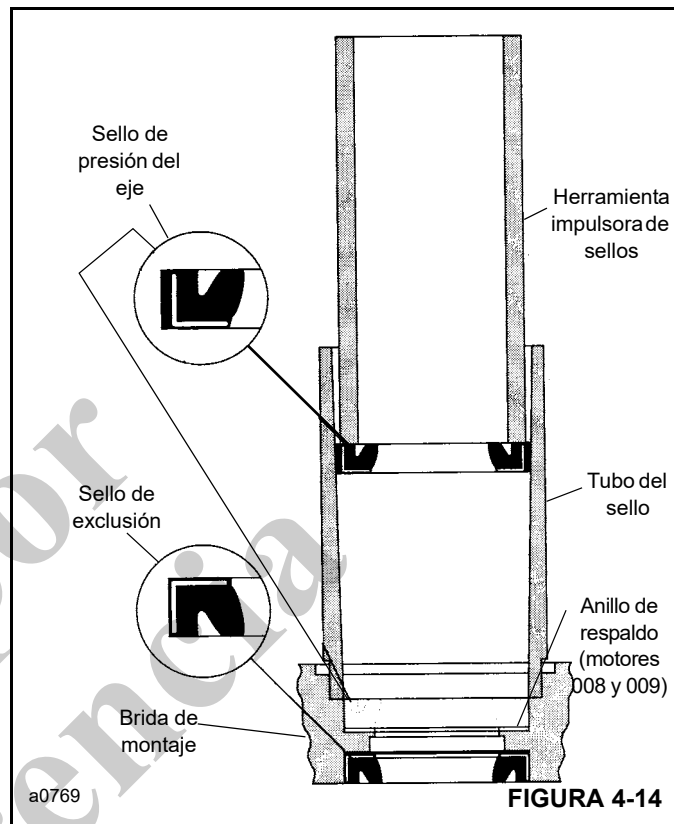

FIGURA 4-14
4. Instale el sello de exclusión (2) (Figura 4-7) en la brida (3) con los rebordes del sello orientados hacia afuera (Figura 4-14). Presione cuidadosamente el sello de exclusión en su lugar.
5. Revise visualmente los asientos de sello en la brida de montaje en busca de rasguños u otras marcas que podrían dañar los sellos (5). Revise la brida (3) en busca de rajaduras que podrían causar fugas.
6. Lubrique el diámetro interior del tubo del sello y el diámetro exterior del sello de presión del eje con una capa delgada de vaselina limpia. Alinee el extremo pequeño del diámetro interior del tubo del sello con el asiento del sello en la brida de montaje (3). Instale el anillo de respaldo (4) y el sello de presión (5) en el tubo con los rebordes del sello hacia arriba (Figura 4-14). Inserte la herramienta impulsora de sellos en el tubo y empuje firmemente el asiento del sello con una acción giratoria.